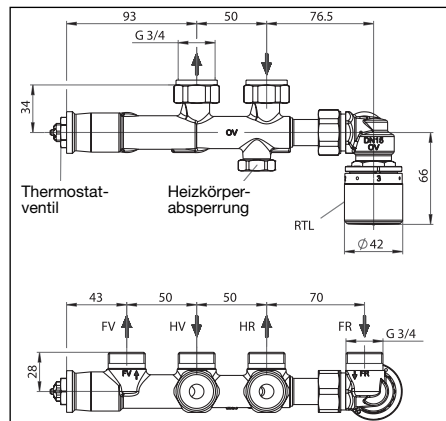
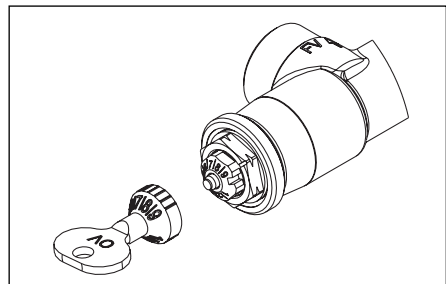

Abb. 3 Abmessungen Anschlussarmatur
Abb. 10 Voreinstellung Thermostatventil
Der Heizkörper ist unter Beachtung der Einbaumaße (Abb. 3) zu befestigen. Hierzu ist zudem der spätere Wandaufbau (z.B. Fliesen) zu berücksichtigen. Die Rohrleitungen des Heizkreises entsprechend ablängen.
Vor der Inbetriebnahme muss die Anlage aufgefüllt und entlüftet werden. Dazu ist zunächst die Voreinstellung des Thermostatventils in die größte Position zu drehen (Voreinstellung '9', Abb. 10).
Das Thermostatventil (Abb. 3) auf die berechnete Voreinstellung mit Gabelschlüssel SW 13 oder mit Spezialschlüssel einstellen (Abb. 10).
Den Rücklauf­temperatur­begrenzer (Abb. 3) auf den festgelegten Sollwert (Werk­ein­stellung: 3 ≈ ca. 30 °C) einstellen.
2. Schutzkappe von der Heizkörperabsperung (Abb. 3) entfernen.